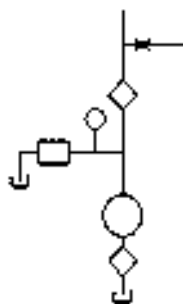

图 17.8.19 绘制圆弧
(2) 绘制图 17.8.19 所示的两条圆弧。
① 确认状态栏中的 (正交模式) 按钮处于显亮状态。
② 绘制圆弧。选择下拉菜单   命令, 在绘图区合适位置选取三点, 完成图 17.8.19 所示的圆弧的绘制。
③ 选择下拉菜单   命令, 选取步骤②绘制的圆弧为镜像对象, 按 Enter 键结束选择, 在步骤(1)绘制的水平直线上选取一点为镜像线的第一点, 然后在该直线上选取另一点作为镜像线的第二点, 在命令行中输入字母 N 后按 Enter 键。结果如图 17.8.19 所示。